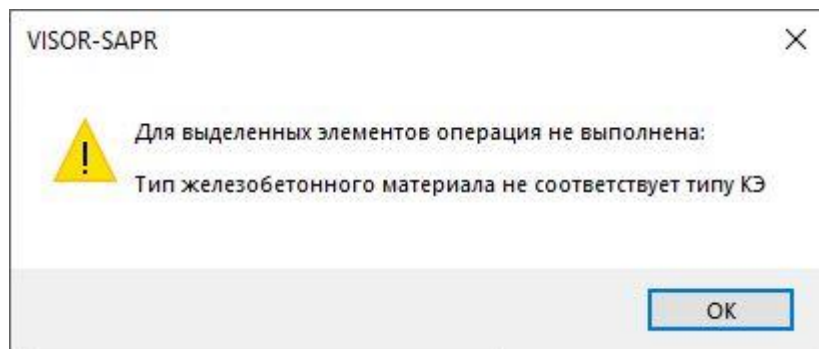

Рис.11.34. Диалоговое окно VISOR-SAPR
- В диалоговом окне с предупреждением (рис.11.34) щелкните по кнопке **ОК**.